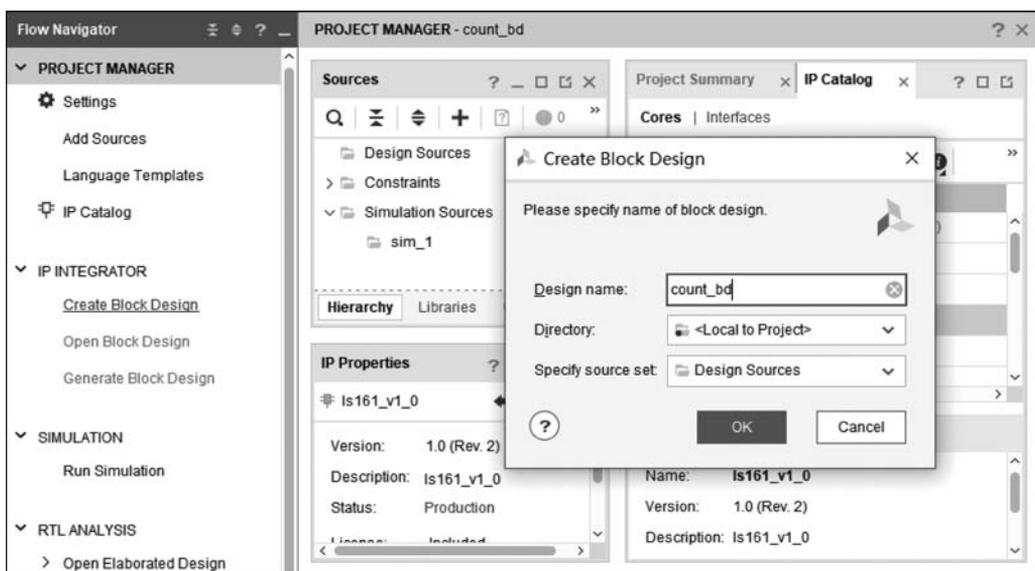

图 3.56 新建原理图并输入文件名
(1) 进入 Vivado 主界面,在左侧的 Flow Navigator 中选择 IP INTEGRATOR 下的 Create Block Design 选项,在弹出的 Create Block Design 对话框的 Design name 栏中输入设计名 count\_bd,表示新建一个名为 count\_bd 的原理图文件,如图 3.56 所示。
(2) 单击 OK 按钮,进入 BLOCK DESIGN 设计界面。在原理图中添加 IP 核,可采用如下方式: